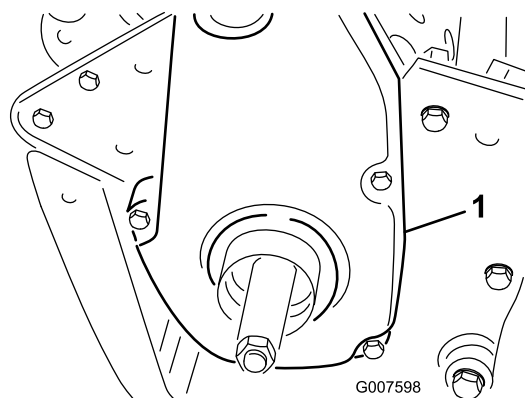

Figure 43
1. Retirez les fixations du couvercle de la courroie et déposez le couvercle pour exposer la courroie (Figure 43).